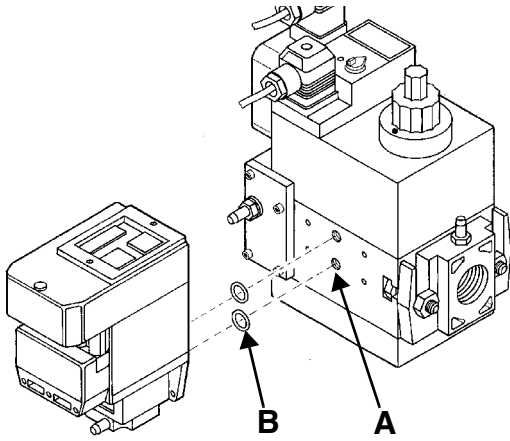
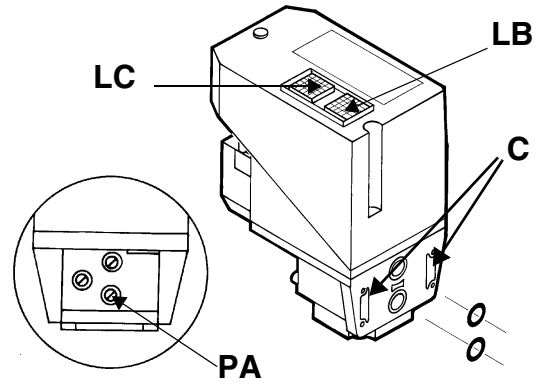

Рис. 13
Рис. 14
- 2). снять крепежные винты группы Multibloc (Рис. 13-А)
- 3). вставить уплотнительные кольца (10,5x2,25) в VPS 504 (Рис. 14-В, Рис. 13-В)
- 4). закрутить 4 винта блока контроля герметичности (M4x16) Рис. 13-С.
Для проверки работы, подсоедините манометр к штуцеру для отбора давления **PA** (Рис. 14). Если проверка завершилась положительно, через несколько секунд загорается жёлтая лампочка **LC**. В противном случае загорается красная лампочка блокировки **LB**. Чтобы перезапустить горелку, необходимо разблокировать блок управления нажатием на светящуюся кнопку **LB**.